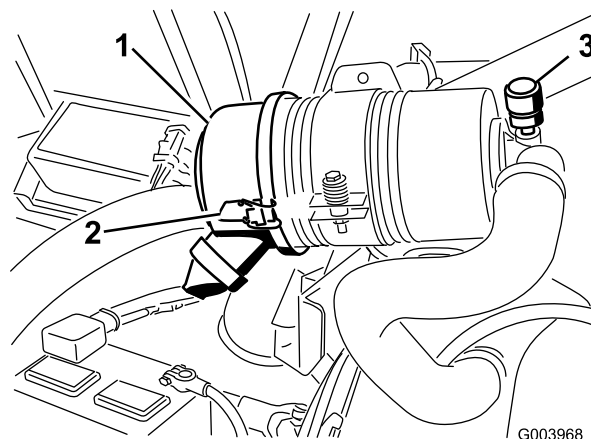

Рисунок 61
Обслуживание фильтра воздухоочистителя следует производить только после покраснения индикатора необходимости обслуживания (Рисунок 61). Замена воздушного фильтра без необходимости ведет лишь к повышению вероятности попадания грязи в двигатель при извлечении фильтра.
1. Отпустите защелки, фиксирующие крышку воздухоочистителя на его корпусе (Рисунок 61).